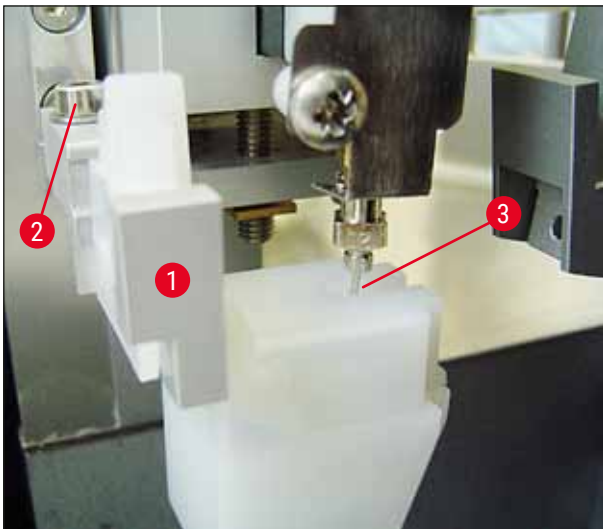

Fig. 23
2. For å gjøre dette skrur du løs skruen (→ Fig. 23-2) med unbrakonøkkel nr. 3 (→ Fig. 22-5) og justerer dysevaskeren ved å flytte braketten (→ Fig. 23-1) sidelengs til dysen (→ Fig. 23-3) flytter i riktig posisjon midt i rengjøringsporten (→ Fig. 23).